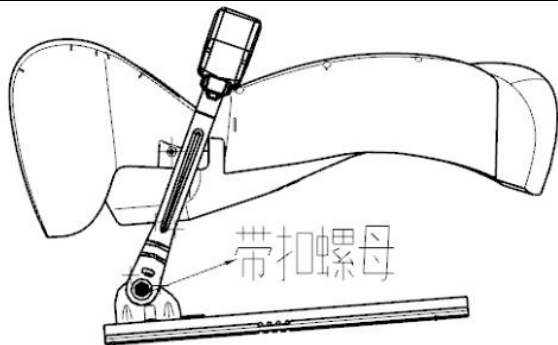

图 1-5
10、拆卸带扣螺母，然后拆除安全带带扣。螺栓拧紧力矩 **45N.m**（图 1-5）。